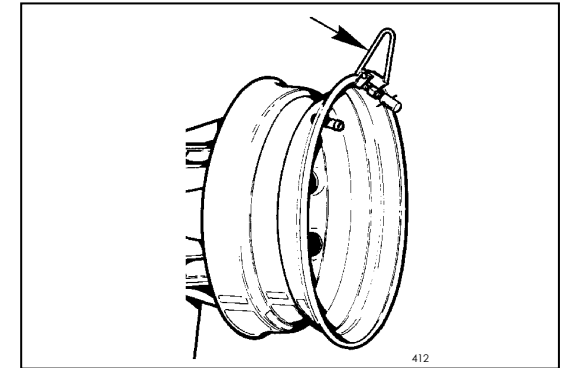

Fig.24
1. Liberally lubricate the entire inner surface of the rim and the tire beads. Attach the mounting clamp (Fig.24) to the outer rim flange with the valve at 11 o'clock and the clamp at 12 o'clock.
1. Graisser abondamment toute la surface intérieure de la jante et les talons du pneu. Fixer l'étau de montage (Fig. 24) au bord extérieur de la jante avec la valve à 11 heures et l'étau à 12 heures.
1. Die ganze Innenfläche der Felge und die Reifenwülste großzügig schmieren. Die Montageklemme am Felgenaußenrand anbringen (Abb.24), wobei das Ventil in 11-Uhr-Position und die Klemme in 12-Uhr-Position stehen muß.